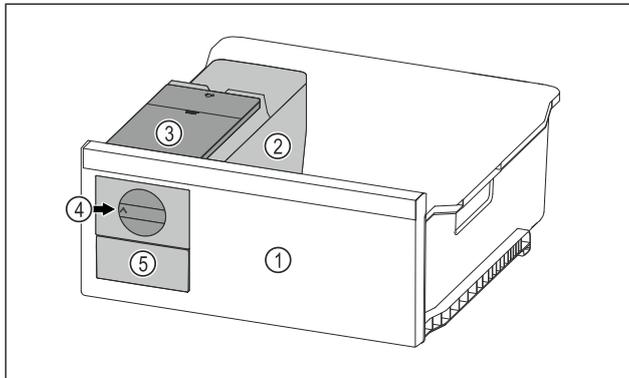

Fig. 79 Ілюстративне зображення
- ▶ Поворотну ручку Fig. 79 (4) повернути за годинниковою стрілкою до упору.
- ▷ Кубики льоду випадають із ванночки для кубиків льоду у висувний ящик для кубиків льоду Fig. 79 (5). Якщо не всі кубики льоду виймаються з ванночки для кубиків льоду: